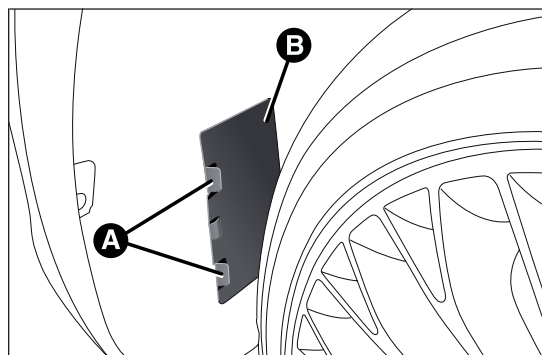

fig. 131
- ❑ agir sur les languettes A fig. 131 et retirer le volet B ;